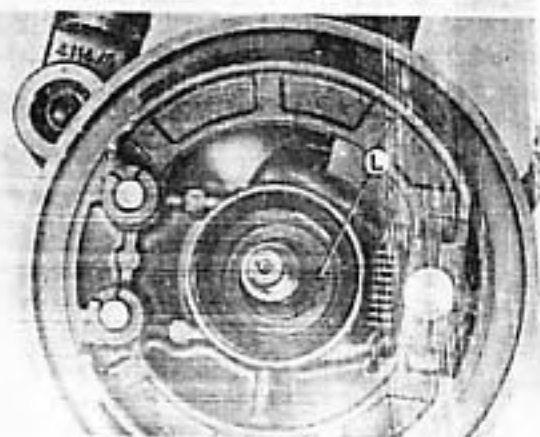

Fig. 125
**Fig. 125 - Brake anchor plate on front wheel axle and circlip:** put the anchor plate on the front wheel shaft (after having previously fitted the shim washer) and connect it to the damper by means of the two bolts, then apply the circlip «L» by using the pliers 0023638 and complete the operations, by shifting the ring «E», previously placed in fig. 124, into its housing.
**Bild 125 - Bremsankerplatte auf Vorderradachse und Sicherungsring:** Bremsankerplatte auf Vorderradachse, nachdem die Zwischenlegscheibe aufgesteckt wurde, anbringen und durch den zwei Mutterschrauben mit dem vorderen Stoßdämpfer verbinden; mit Zangen 0023638 Sicherungsring «L» einbauen, zuletzt den Ring «E», der wie in Bild 60 gezeigt positioniert ist, in seinen Sitz einschieben.
**Fig. 125 - Disque porte-mâchoires sur l'axe roue AV. et circlips:** monter le disque porte-mâchoires sur l'axe roue AV. sur lequel la rondelle d'épaisseur devra être préalablement montée) en le reliant à l'amortisseur par les deux boulons de fixation et placer avec la pince 0023638 le circlips «L» donc compléter les opérations en déplaçant la bague «E», précédemment montée en fig. 124, dans son logement.